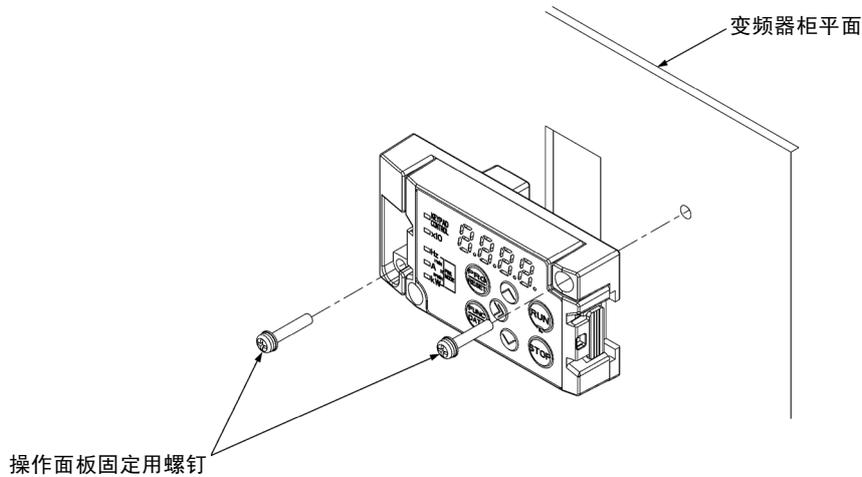

图 2.3-7 操作面板的安装
- (4) 用 2 个操作面板固定用螺钉将操作面板安装至变频器柜平面上。(参考图 2.3-7)